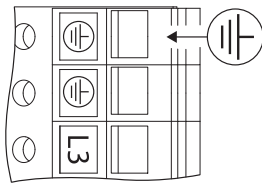

Fig. 26: Ek topraklama
- 11 kW üzerindeki motorlarda deşarj akımının daha yüksek olması nedeniyle EN 61800-5-1:2008-04 uyarınca ilave olarak güçlendirilmiş bir topraklamanın bağlanması gerekir (bkz. Fig. 26).